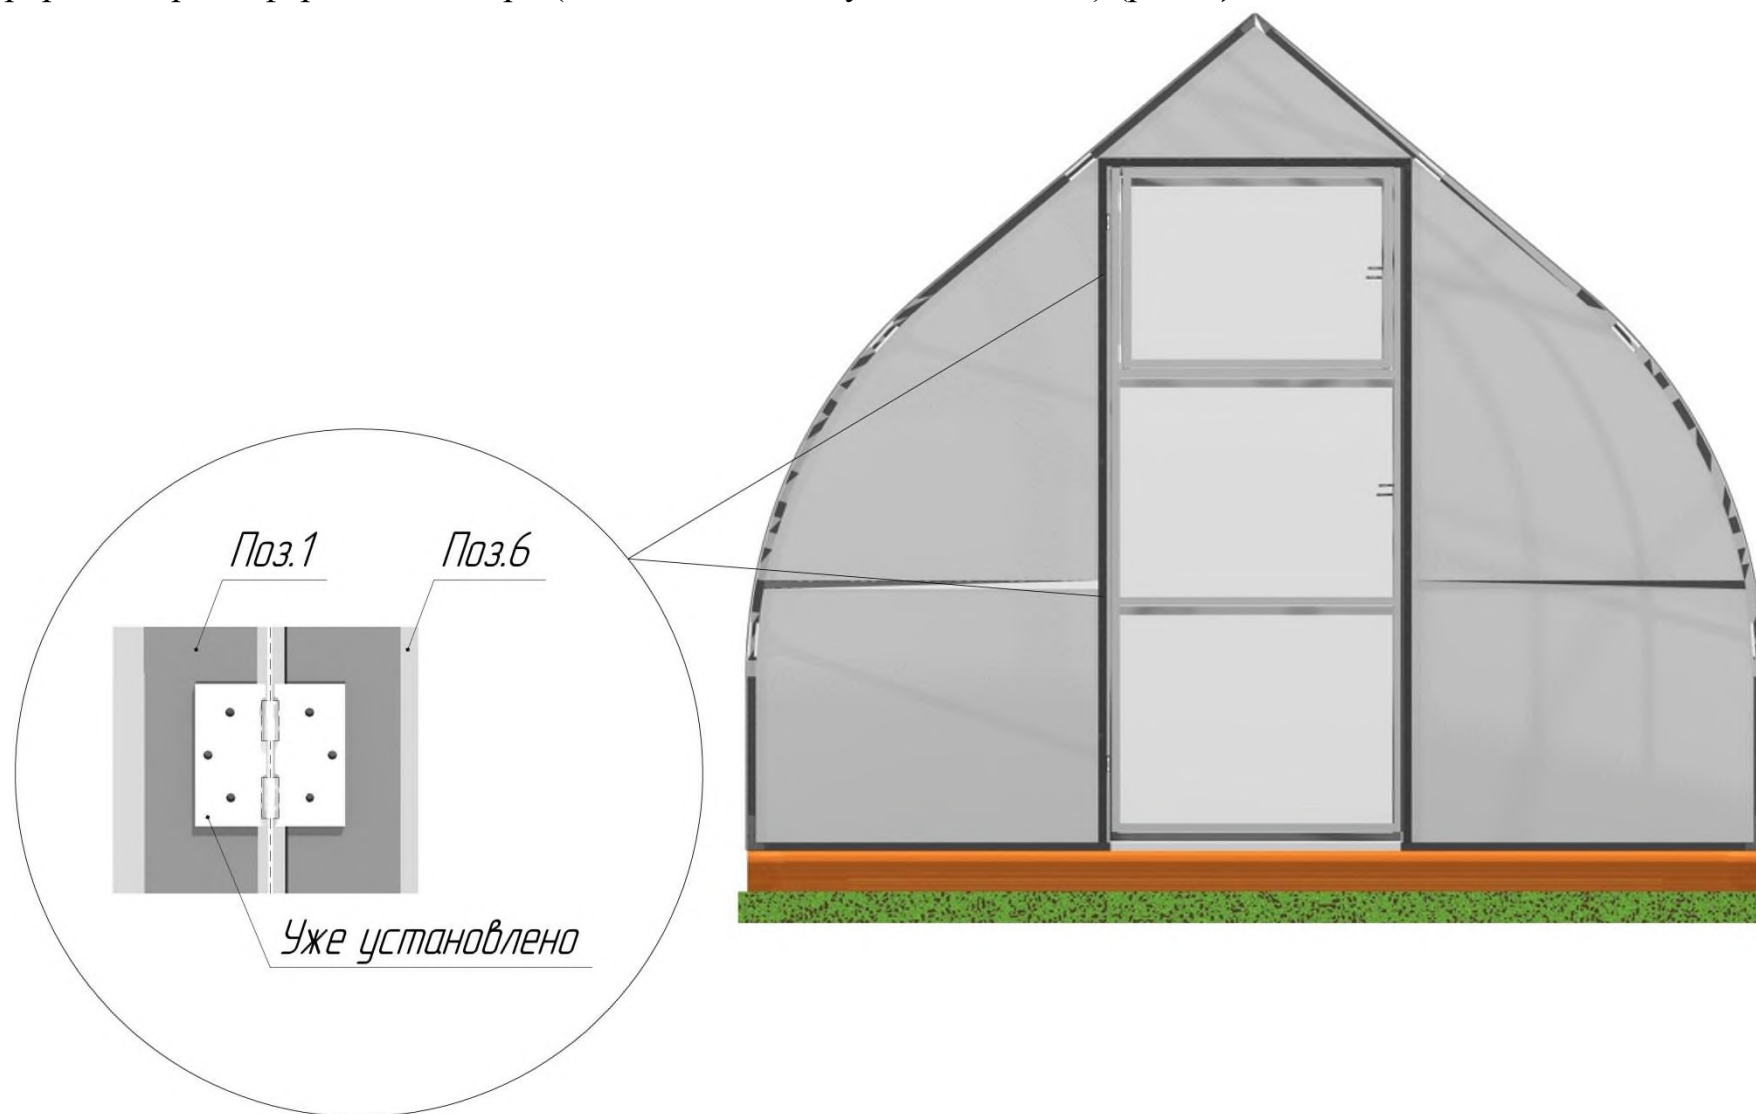

Рис.4 Схема раскроя поликарбоната для дверей и форточек
3. Прорезать проем форточки и двери (особое внимание уделить петлям) (рис. 4).